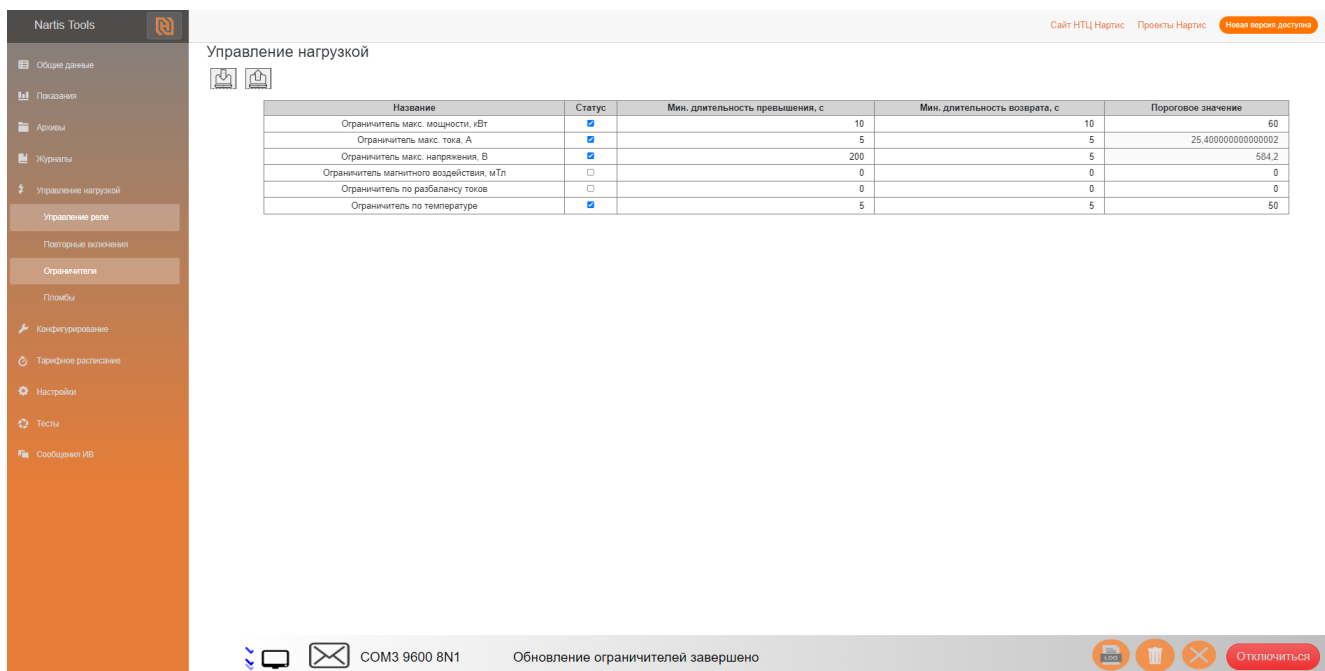

Рисунок 37 – Диалоговое окно подраздела «Ограничители»
12.3 В подразделе «Ограничители» выполняется чтение и управление ограничителями. При превышении установленного ограничения подача электроэнергии потребителю прекращается (рисунок 37).